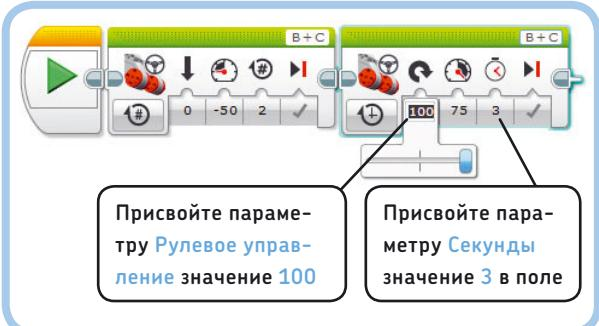

Рис. 4.5. Настройте второй блок, переместив ползунковый регулятор **Рулевое управление** вправо до упора, а затем введите число **3** в поле **Секунды**
- Чтобы робот быстро вращался вправо в течение трех секунд, измените настройки второго блока так, как показано на рис. 4.5.